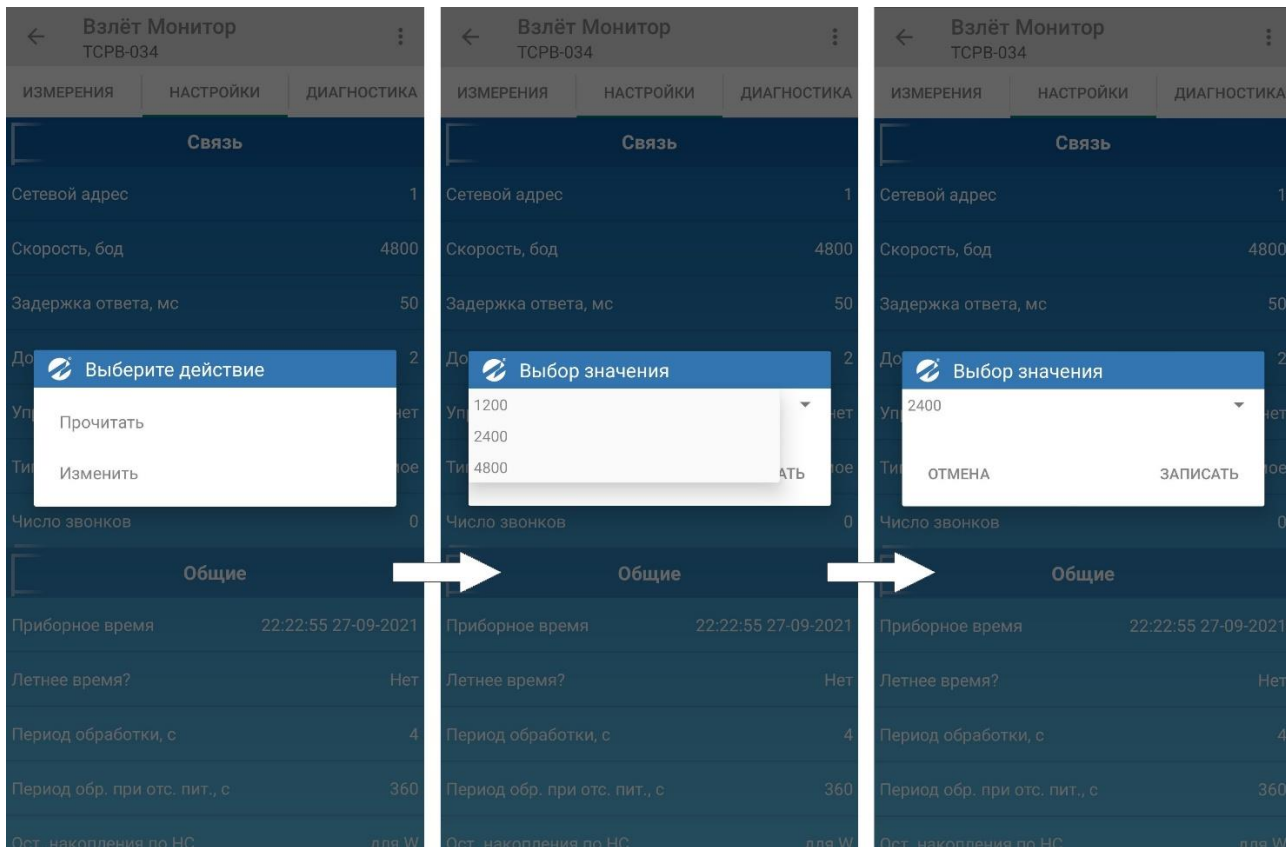

Рис.28. Ввод нового значения параметра.
3.5.7. В вкладке **НАСТРОЙКИ**, при длительном касании экрана в области выбранного параметра возможно его редактирование. После нажатия на кнопку **Изменить** появится список с новыми значениями параметра (рис.28). После изменения параметра нажмите кнопку **ЗАПИСАТЬ**.